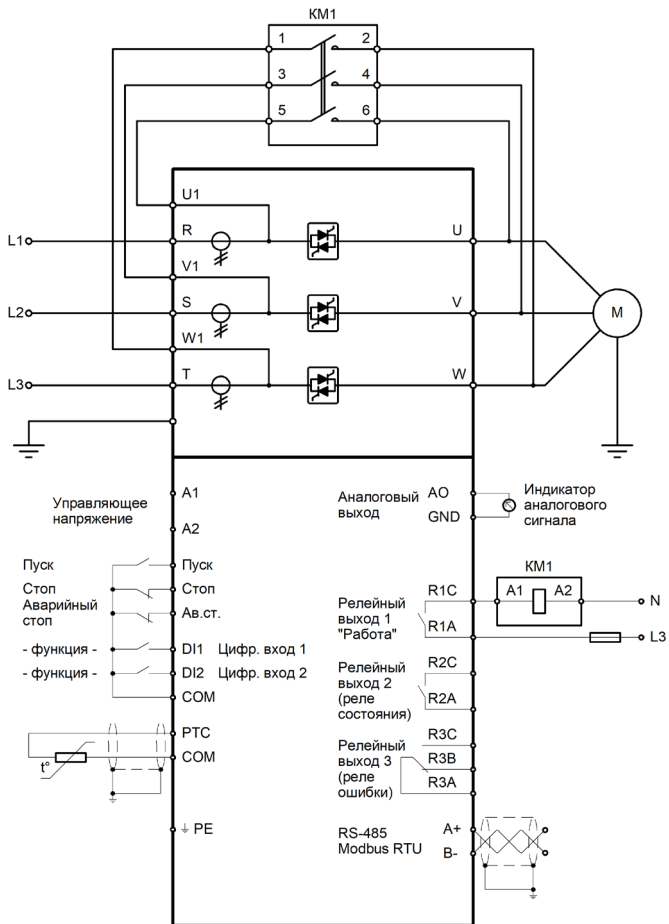

Рисунок 3 – Схема подключения клемм устройства плавного пуска серии SSIP
2. Подключите клеммы согласно схеме (см. рис. 3, 4 или главу 3 полного руководства по эксплуатации). Обратите внимание, что в серии SSIP установка внешнего обводного контактора обязательна.